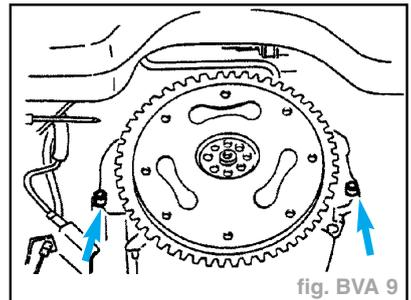

fig. BVA 9
- Aligner les orifices des boulons de fixation de la boîte de vitesses du moteur avec l'ensemble de boîte de vitesses et boîte de transfert comme indiqué dans l'illustration, et relier l'ensemble de boîte de vitesses et boîte de transfert au moteur (fig. BVA 9).